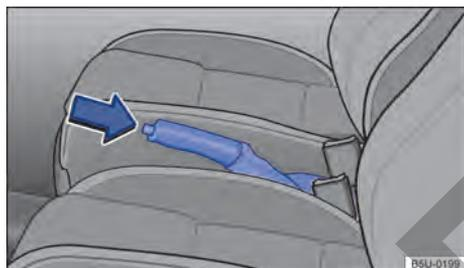

Fig. 91 Entre los asientos delanteros: palanca del freno de estacionamiento.
- Tirar de la palanca del freno de estacionamiento hacia arriba con la tecla de bloqueo presionada → fig. 91 (flecha).
- El freno de mano está activado cuando, con el encendido conectado, la luz de control (D) en el instrumento combinado está encendida → pág. 108.
- Tirar de la palanca del freno de mano un poco hacia arriba y presionar la tecla de bloqueo → fig. 91 (flecha).